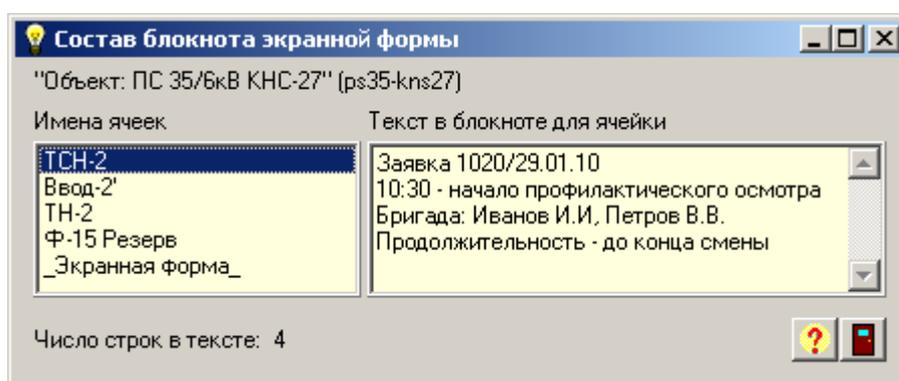

Рис. 8.9. Вид окна “Состав блокнота экранной формы”.
8.1.3.2. Состав блокнота. При выборе пункта меню “Состав блокнота ” на экране появится окно, вид которого представлен на рис. 8.9.